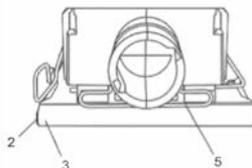

Fig. 5
1. Placez le perforateur (1)
2. Enroulez la feuille de papier à poncer (3) sur le tampon de support (2) et insérez-la dans la pince à papier à poncer arrière ouverte (5) (fig. 5).
3. Enroulez la feuille de papier à poncer (3) sur le tampon de support (2) et insérez-la dans la pince à papier à poncer arrière ouverte (5) (fig. 5)..